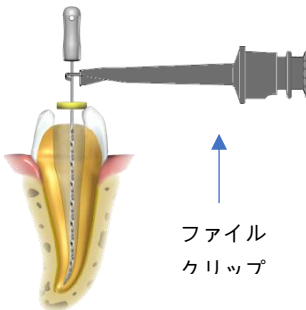
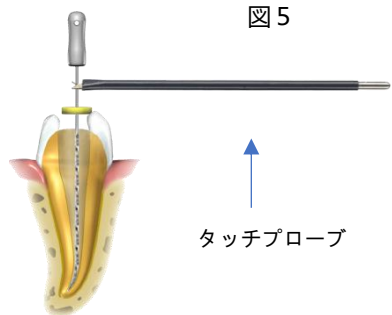

図6
図7
3. ファイルをゆっくりと根管に挿入し、ファイルクリップをファイルの金属製シャフトに接続します（図6を参照）。または、タッチプローブを使用し、歯内治療用ファイルと電氣的に接触させます（図7を参照）。